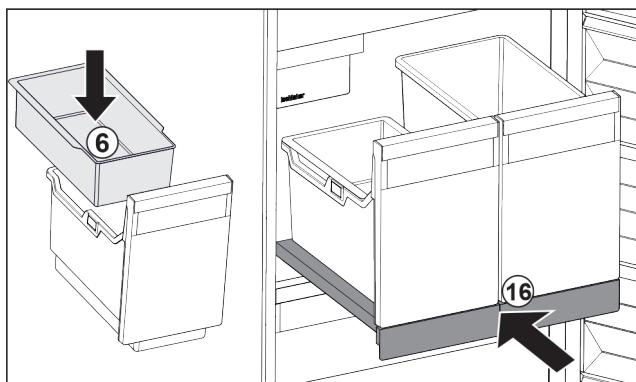

Fig. 91
- ▶ Вставьте навесной лоток *Fig. 91 (6)* для кубиков льда.
- ▶ Вставьте выдвижную панель с контейнером (IceTower). *Fig. 91 (16)*